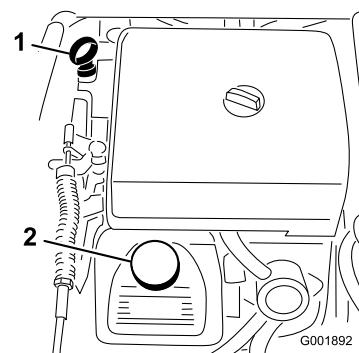

Figura 48
- Togliete l'asta di livello ed asciugatela con un panno pulito (Figura 48). Inserite l'asta nel tubo e verificate che sia inserita a fondo. Rimuovete l'asta e controllate il livello dell'olio.
- Se il livello dell'olio è basso, togliete il tappo di rifornimento dal coperchio della valvola (Figura 48) e versate dell'olio fino a portarne il livello al segno di pieno (Full) sull'asta. Versate l'olio lentamente,
- Versate lentamente circa l'80% della quantità indicata d'olio nel bocchettone di rifornimento (Figura 48).